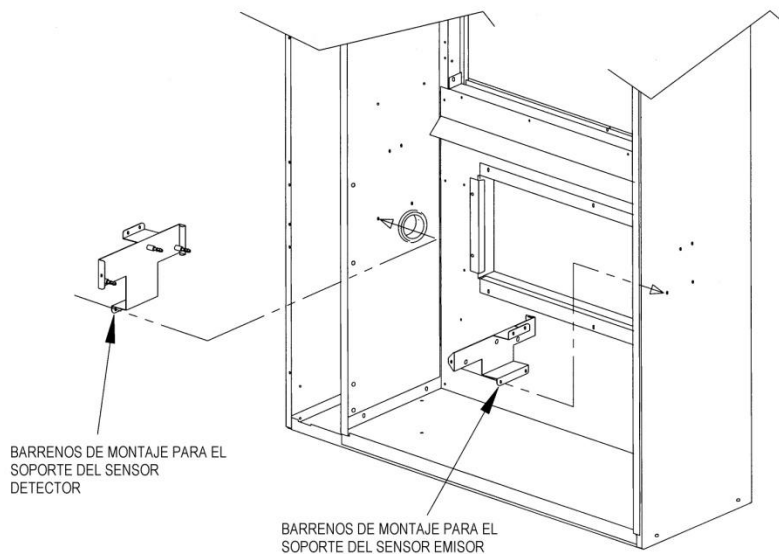

Figura 6 UBICACION DE LOS SOPORTES DE SENSORES
29. Instale el Soporte para el Sensor Primario en el lado de la bisagra en la puerta. Utilice 3 pijas ó tornillos donde hizo los barrenos anteriormente para sujetar el Soporte. Inserte una pija o tornillo auto taladrante en el cuarto agujero del Soporte (este barreno no fue hecho con el taladro utilizando la plantilla) para asegurarlo. Consulte la Figura 6.
el cuarto agujero del Soporte (este barreno no fue hecho con el taladro utilizando la plantilla) para asegurarlo. Consulte la Figura 6.